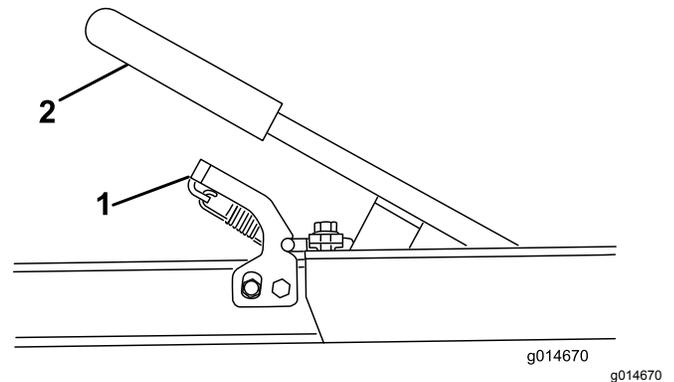

Figura 11
1. Mantendo o controlo da plataforma do reboque e segurando no manípulo, pressione o conjunto do fecho e a pega de elevação (Figura 11). Baixe a plataforma do reboque para o chão.
7. Empurre o manípulo para baixo até que o conjunto do reboque engate no conjunto do fecho (**Figura 11**).